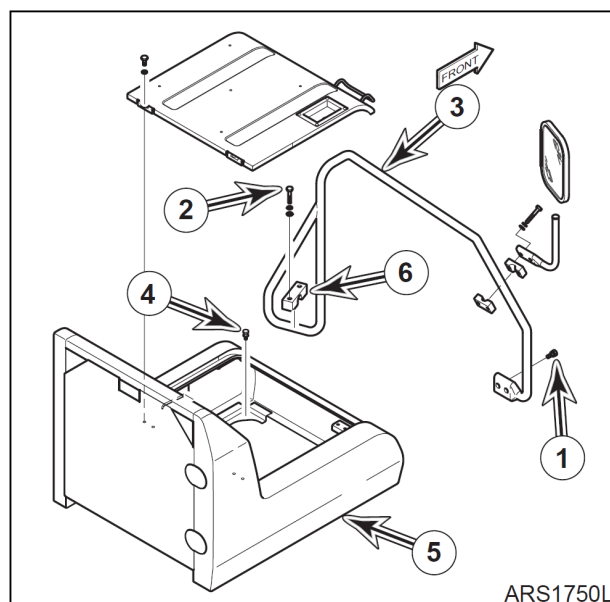

Рис. 15
6. Прикрепить четырьмя болтами (4, рис. 15) крышку аккумуляторной батареи (5) к раме. Установить четыре болта (1 и 2), зажим (6) и распорку (3) на топливном баке и раме.